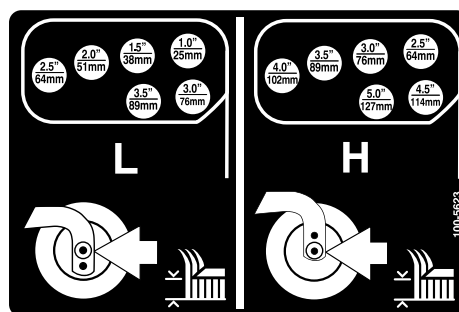

Рисунок 26
6. Поверните натяжную тягу, чтобы поднять или опустить поворотный рычаг до совмещения отверстий с выбранными отверстиями кронштейна высоты скашивания в раме деки газонокосилки (Рисунок 25 и Рисунок 26).